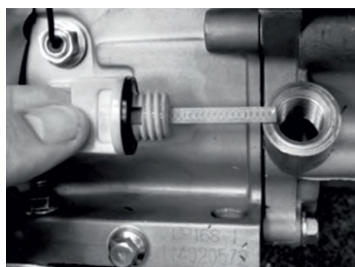

Рис. 3
2. Выкрутите пробку маслозаливной горловины (рис. 3)
- 1.Выкрутите пробку маслозаливной горловины (рис. 3)